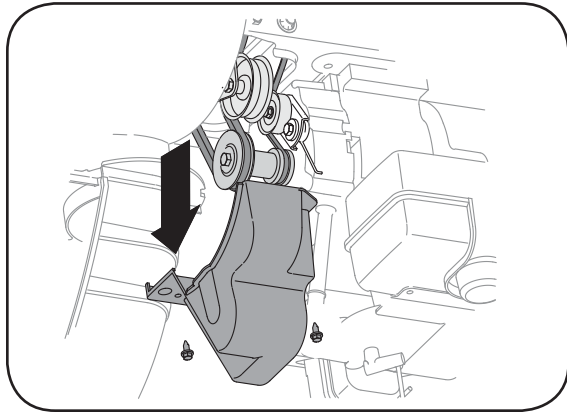

Figure 6-4
- a. Retirez le couvre-courroie en plastique sur le devant du moteur en enlevant les deux vis auto-taraudeuses. Voir la Figure 6-4.
1. Retirez le couvre-courroie en plastique sur le devant du moteur en enlevant les deux vis auto-taraudeuses. Voir la Figure 6-4.